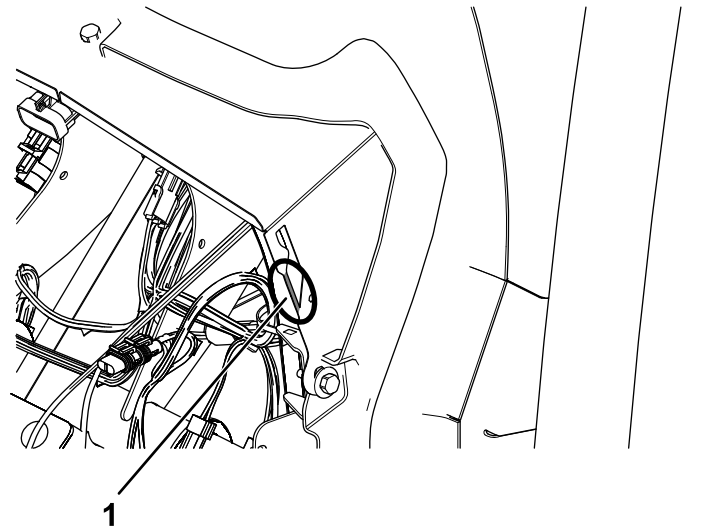

Figura 41
3. Utilizando um alicate, retire as pontas de cada lado da calha de água (Figura 41).